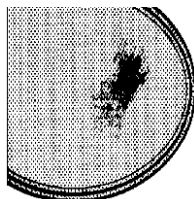

Рисунок 5.
- После некоторого периода работы могут появиться царапины и темные пятна (рисунок 5), из-за неправильной чистки и использования посуды с поврежденным дном (небольшие царапины дна, острые на ощупь). Такие царапины крайне трудно удаляются, но не влияют на функциональные возможности вашей варочной поверхности.